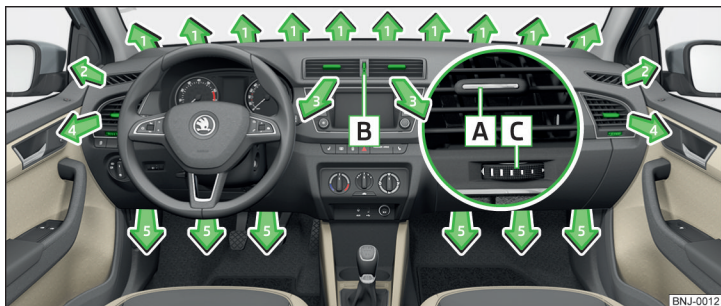

Fig. 119 Bocchette di ventilazione
Le bocchette di ventilazione **3** e **4** » fig. 119 consentono di modificare la direzione del flusso dell'aria e le bocchette possono essere aperte e chiuse anche singolarmente.
- Ruotare le lamelle orizzontali verso l'alto o verso il basso con l'ausilio dell'elemento di regolazione scorrevole **A** » fig. 119 per regolare l'entità del flusso dell'aria.
- Ruotare il regolatore **B** verso l'alto » fig. 119.
- Ruotare il regolatore **B** verso il basso » fig. 119.
Regolazione della direzione del flusso dell'aria	Bocchette di ventilazione attive » fig. 119